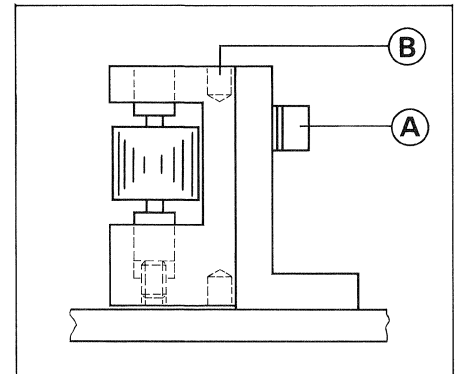
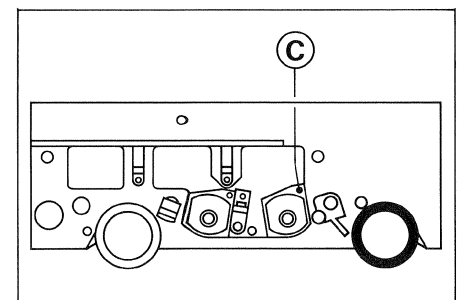

Fig. 5.6
Fig. 5.7
- Kopfräger demontieren und Zwischenberuhigungsrolle (Fig. 5.6) entfernen
- Tonfrequenzmillivoltmeter an Leitungsausgang (16) (CH I) anschliessen
- Festhalteschraube (A) (Fig. 5.6) der Zwischenberuhigungsrolle lösen
- Zwischenberuhigungsrolle taumeln (mit einem feinen Schraubendreher oder Rundstäbchen in Loch (B) Fig. 5.6) bis das gleiche Pegelmaximum erreicht wird wie bei der Azimuteinstellung
- Festhalteschraube (A) sorgfältig festziehen.
- Kopfräger demontieren und Zwischenberuhigungsrolle (Fig. 5.6) ausbauen
- Tonfrequenzmillivoltmeter an Leitungsausgang CH I (16) oder CH II (36) anschliessen
- Mit dem entsprechenden Regler CH I (2) / CH II (22) (Einschübe REPROD AMP) auf identische Ausgangspegel einstellen (Vorgabe = 0,5 dB)
- Remove head block assembly and intermediate stabilizer roller (Fig. 5.6)
- Connect audio-frequency millivoltmeter to line output (16) (CH I)
- Loosen setscrew (A) (Fig. 5.6) of intermediate stabilizer roller
- Wobble intermediate stabilizer roller (with small screw driver or round pin in hole (B) (Fig. 5.6) until the same maximum level is reached as with azimuth adjustment setting
- Carefully retighten setscrew (A).
- Remove headblock assembly and intermediate stabilizer roller (Fig. 5.6)
- Connect audio-frequency millivoltmeter to line output CH I (16) or CH II (36)
- Adjust CH I (2)/CH II (22) (plug-in modules REPROD AMP) for identical output levels (pre-equalization = 0.5 dB) at corresponding control.
- Adjust reproducing head for maximum level by turning azimuth adjustment screw (C) (Fig. 5.7).
Festhalteschraube (A) lösen und die Rolle derart taumeln, dass derselbe Phasenwert wie unter den Punkten A, B, C oder D eingestellt wird (Fig. 5.6).
- Wobble intermediate stabilizer roller: loosen set screw (A) and wobble intermediate roller until the value set in steps A, B, C, or D is reached (fig. 5.6).